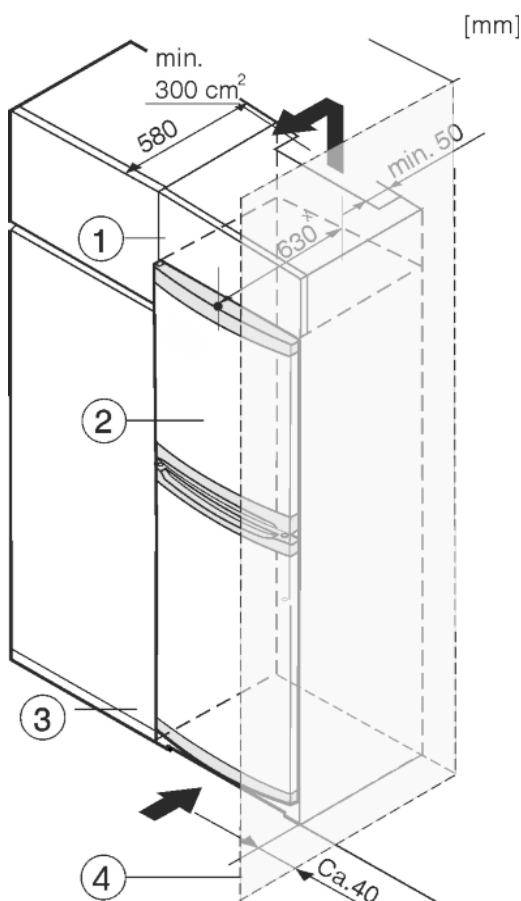

Fig. 7
Het apparaat kan in keukenkasten worden ingebouwd. Om het apparaat Fig. 7 (2) aan de hoogte van het keukenblok aan te passen, kan boven het apparaat een opzetkast Fig. 7 (1) worden aangebracht.
Bij een ombouw met keukenkasten (diepte max. 580 mm) kan het apparaat direct naast de keukenkast Fig. 7 (3) worden geplaatst. Het apparaat steekt aan de zijkant 84 mm x en in het midden 50 mm x uit ten opzichte van het keukenkastfront.
Plaats u het apparaat met de scharnierkant naast een muur Fig. 7 (4), dan moet de afstand tussen apparaat en muur minstens 40 mm bedragen. Dit in verband met het uitsteken van de deurgreep bij een geopende deur.